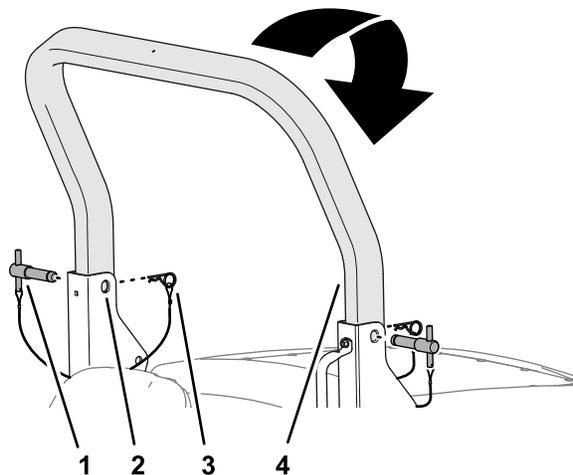

図 20
2. 下部ロールバーフレームのピボットブラケットにあるロールバーピンからヘアピンを取り外す (図 20)。
3. 上部ロールバーの重量を支えながら、ピボットブラケットからロールバーピンを取り外す (図 20)。